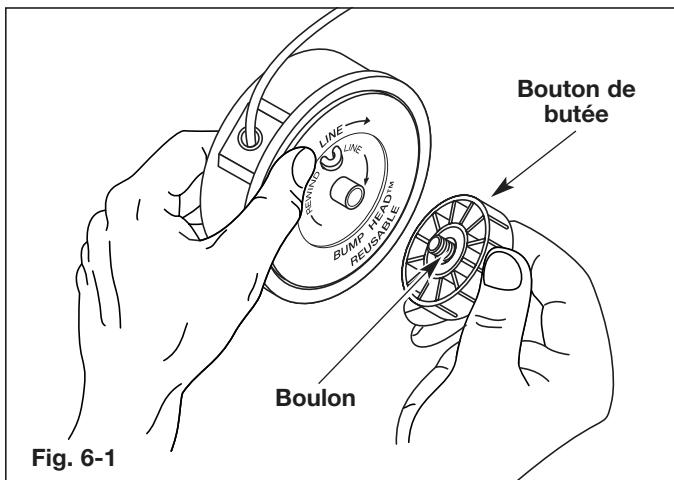

Fig. 6-1
1. Tenez la bobine extérieure d'une main et dévissez le bouton de butée vers **à gauche** (Fig. 6-1). Inspectez le boulon à l'intérieur du bouton de butée pour vous assurer qu'il se déplace librement. Remplacez le bouton de butée s'il est endommagé.
1. Tenez la bobine extérieure d'une main et dévissez le bouton de butée vers à gauche (Fig. 6-1). Inspectez le boulon à l'intérieur du bouton de butée pour vous assurer qu'il se déplace librement. Remplacez le bouton de butée s'il est endommagé.